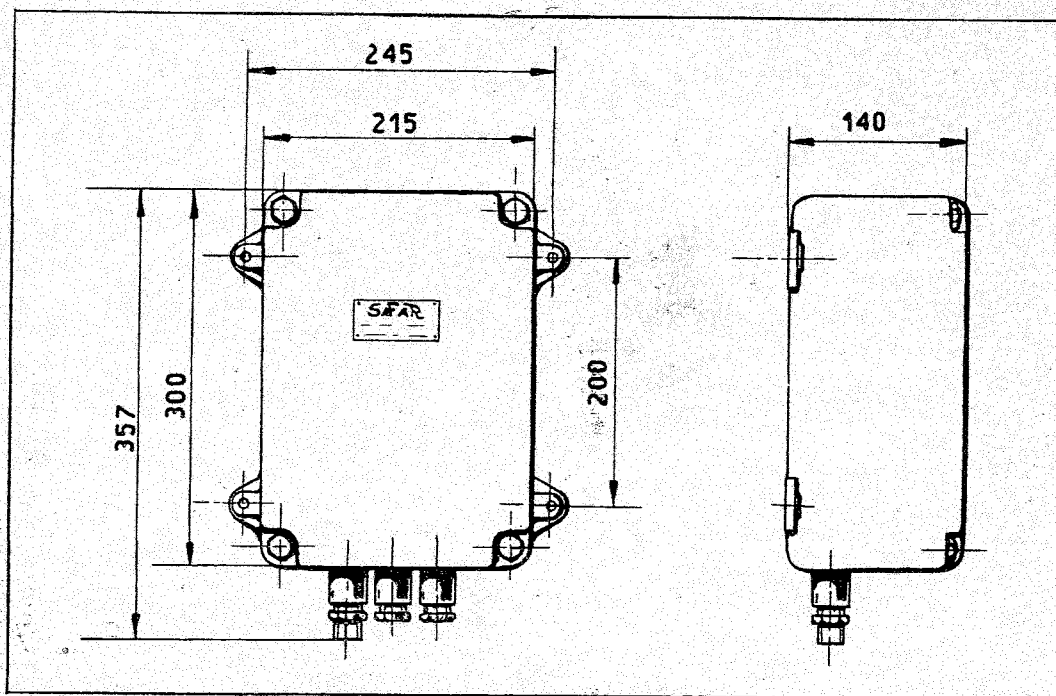

Fig. 7 - Alimentatore d'emissione.
2. - 5. Alimentatore di emissione (Fig. 7 e 8)